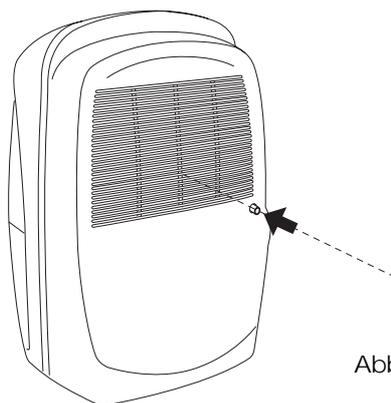

Abb. 2
- 1) Den Abflussanschlussstutzen innen mit einem feinen Bohrer anbohren (Abb.2).